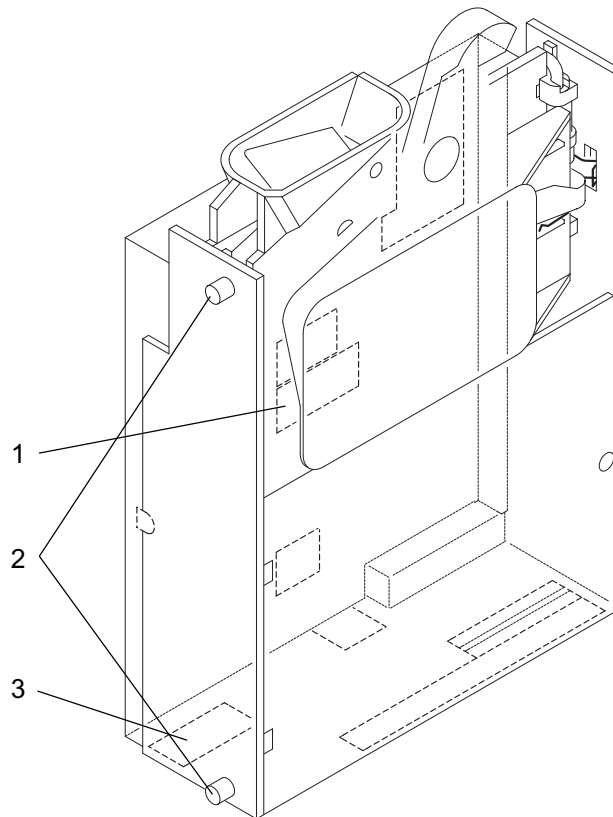

Abb. 3: Installation – G-18.mft
4. Münzprüfer G-18.mft an seinen seitlichen Aufhängebolzen **2** in der Automatenbefestigung aufhängen (s. Abb. 3).
5. Münzprüfer über die parallele Schnittstelle **1** und das zugehörige Verbindungskabel an den Automaten anschließen (s. Abb. 3).
Wenn der G-18.mft am PC mit der Diagnose- und Konfigurations-Software WinEMP eingestellt werden soll, wird die folgende Geräteumgebung an den Platinen-Direktstecker **3** des Münzprüfers angeschlossen (s. Abb. 3 und Abschnitt „Zubehör“ in Kap. 8 „Technische Daten“):